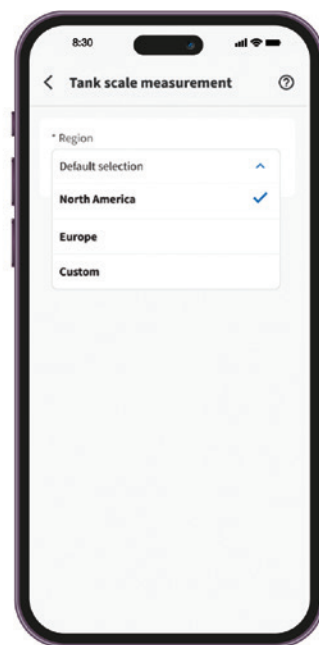

Abb. 12
- Öffnen Sie die Napoleon Home App und gehen Sie zum Bereich „Flaschenwaage“ (**Abb. 12**).